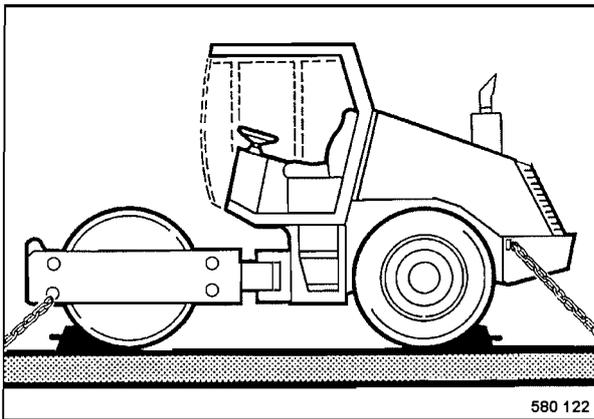

Fig. 52
- Atar la máquina sobre el vehículo de transporte, empleando para el atado las cuatro armetas en el bastidor delantero y trasero (Fig. 52).